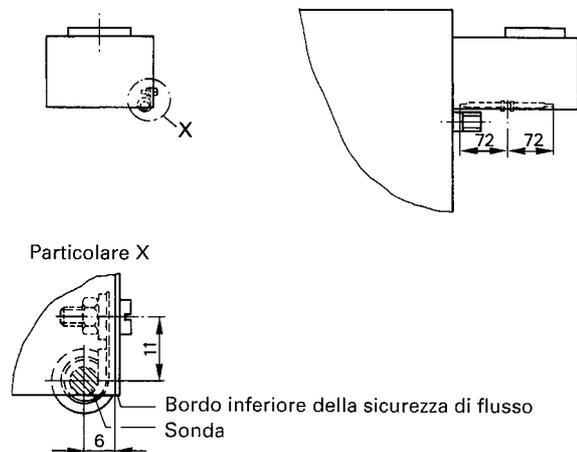

Fig. 7
2. Inserire la sonda temperatura fumi nel fermo e sistemarla come indicato alla fig. 7.